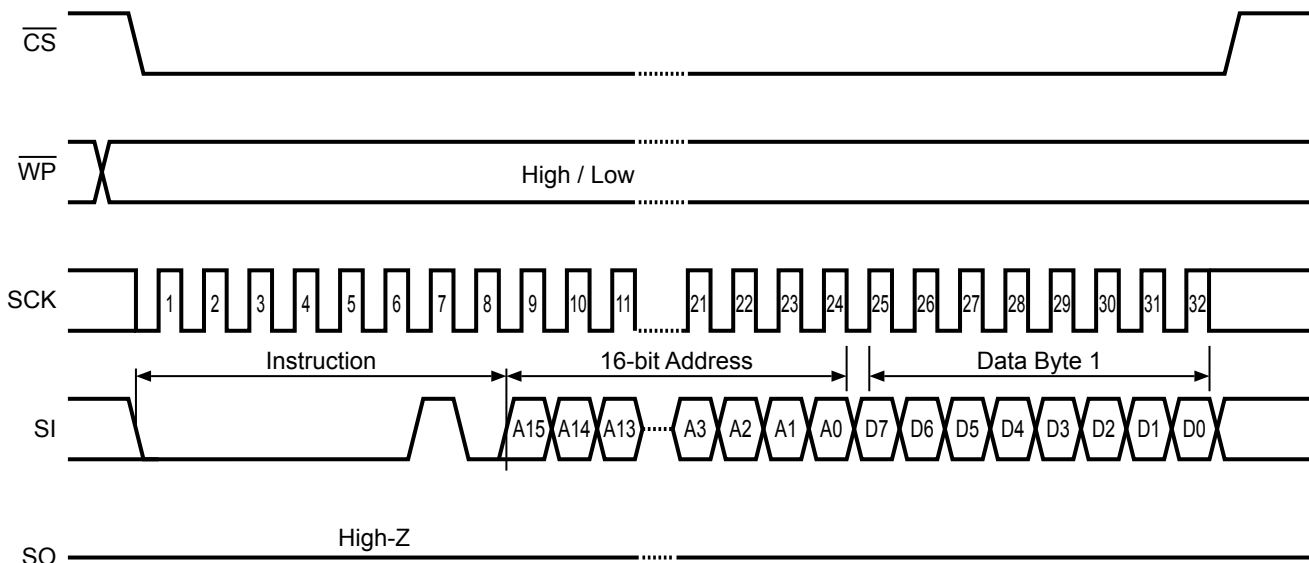

図16 WRITE動作 (1バイト)
図16に、1バイトのデータを入力した場合を示します。チップセレクト (\overline{CS}) に“L”入力後、シリアルデータ入力 (SI) より命令コード・アドレス・データを入力します。データ入力後または、次のシリアルクロック立ち上がり入力前にチップセレクト (\overline{CS}) を“H”とすることにより、WRITE動作を開始し (t_{PR})、書き込み動作が終了するとWIPビット、WELビットは“0”にリセットされます。